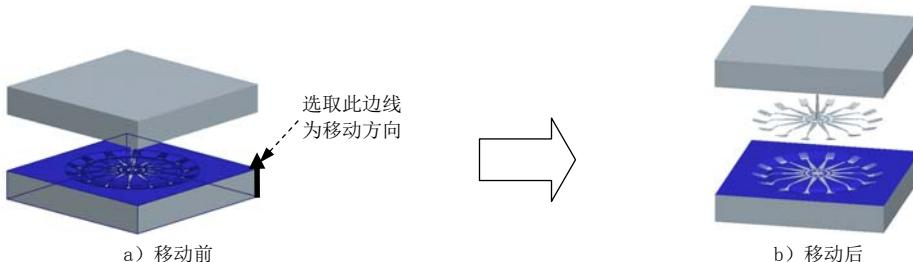

图 23.32 移动下模
Step1. 参考开模步骤 1 的操作方法，在模型中选取下模零件，选取图 23.32 所示的边线为移动方向，然后输入要移动的距离值 -200。